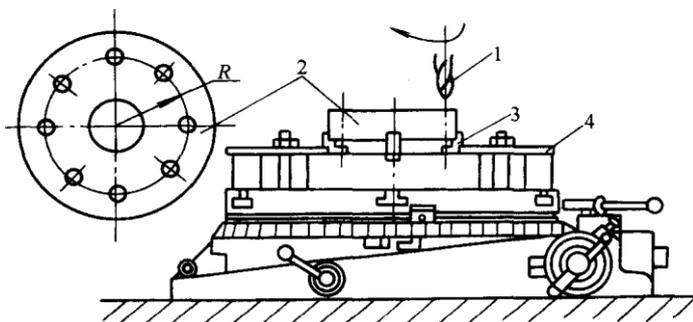

图 C-100 在回转工作台上装夹工件钻孔
2) 在回转工作台上装夹工件钻孔工件直径较大时，可将工件用压板装夹在回转工作台上钻孔，见图 C-100。安装回转工作台并校正其主轴轴线与立铣头主轴轴线同轴，然后装夹、校正工件与回转工作台同轴，移动工作台等于圆半径的距离，使钻头轴线对准被钻孔中心，将工作台纵、横向固紧，用升降台进给钻孔。